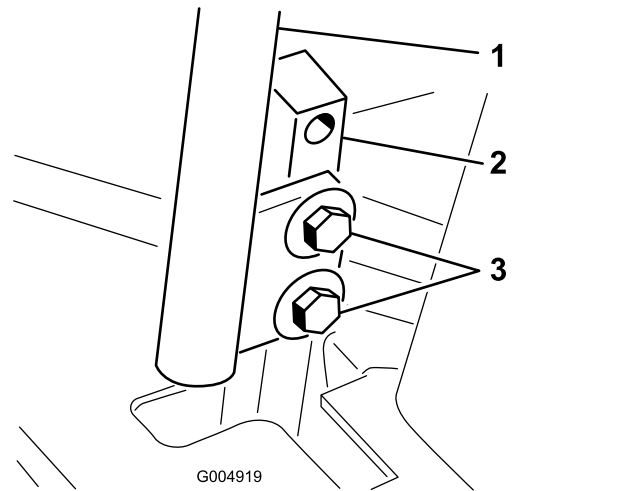

Figura 55
3. Solte os parafusos que prendem as alavancas de controlo (Figura 55).